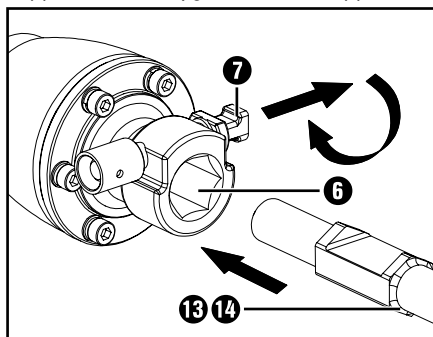

Bild 2
- ◆ Sätt in mejseln **13** / **14** med frässpåret riktat mot låsbulten **7**. (se bild 2)